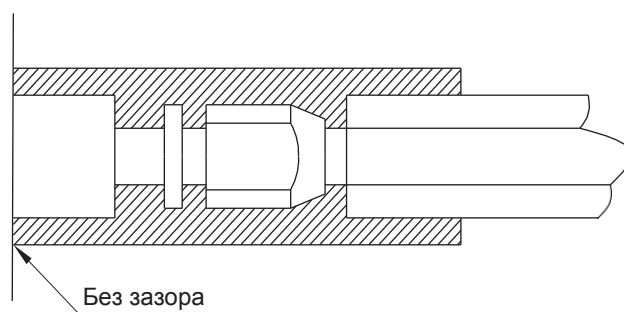

Рис. 12.12.
- 6) Гайка, соединяющая блок с фреоновым трубопроводом, должна быть обернута теплоизоляционным материалом и не должна иметь зазора с поверхностью стены (рис. 12.12.).